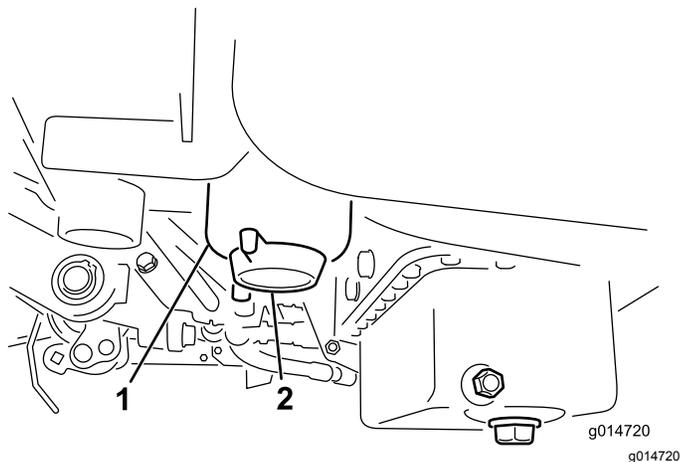

Bild 37
2. Reinigen Sie den Anbaubereich der Filterglocke (Bild 37).
4. Öffnen Sie die Filterablassschraube (Bild 37).